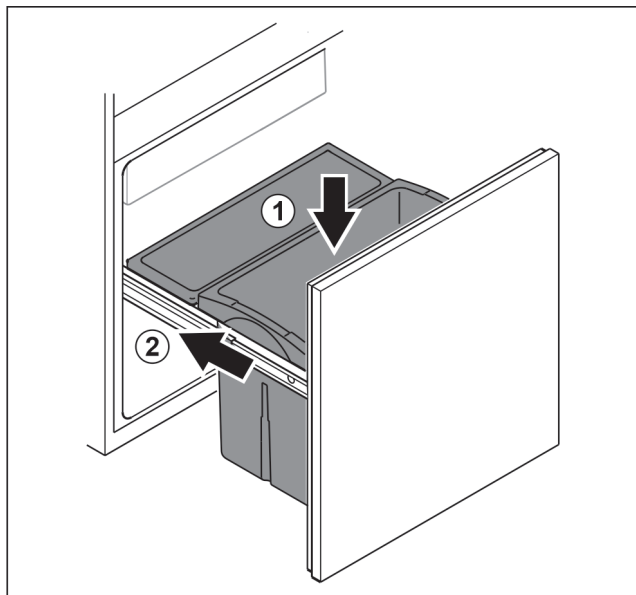

Fig. 99
- ▶ Вставити висувний ящик зверху. Fig. 99 (1)
- ▶ Вставити витяжний візок. Fig. 99 (2)